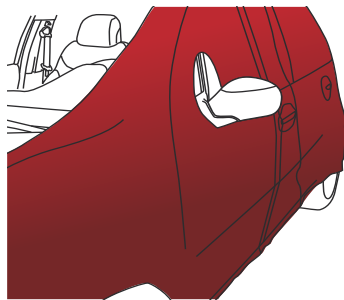

Figure 23
- › Le film est tendu sur la totalité de la surface à couvrir. Vous allez maintenant pouvoir procéder à l'application du film (FIG. 23) selon les surfaces rencontrées.